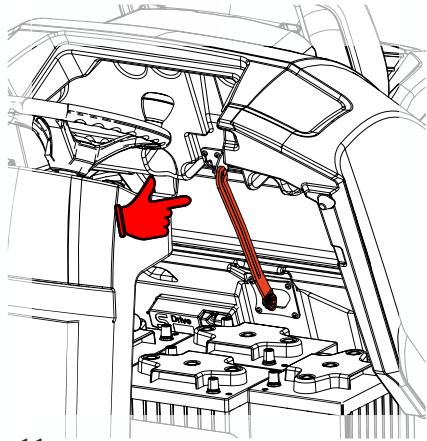

Abb. 11
- Haube zum Schließen leicht anheben und das Kulissenblech (arretiert die Haube) leicht nach hinten drücken. (Abb.11)